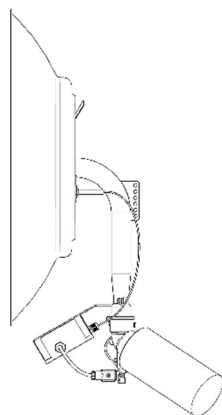

Fig. 9
- Llevar el aparato a la posición que indica la Fig.9. Golpear ligeramente el tubo para desprender el polvo acumulado en sus paredes, alternando con sacudidas del aparato.
- Position the appliance as indicated in Fig. 9. Lightly tap the pipe to loosen the built-up of dust on its walls, alternately shaking the appliance.
- Amenez l'appareil sur la position indiquée à la Fig.9. Frappez légèrement sur le tuyau pour décoller la poussière accumulée sur ses parois et ensuite, de manière alternative, secouez l'appareil.